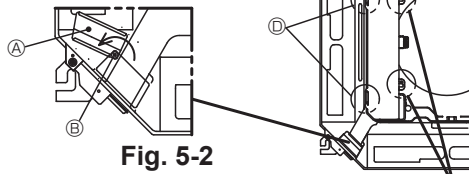

Fig. 5-2
2. Afloje el tornillo que fija el panel de servicio del cableado eléctrico a la entrada de cables (cable del mando a distancia y cable de conexión interior-exterior), y luego gire el panel de servicio a la posición mostrada en el diagrama. (Fig. 5-2)